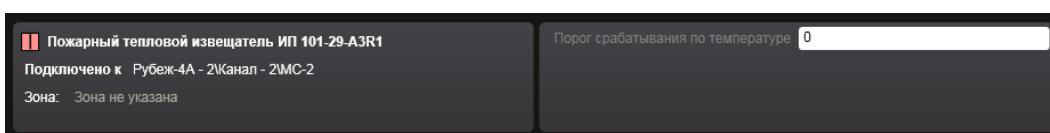

Рисунок 14.3.53 – Свойства адресного устройства ИП-29
- 14) При выделенной в рабочей области строке адресного устройства ИП-29 поле свойств устройства отображает (Рисунок 14.3.53):